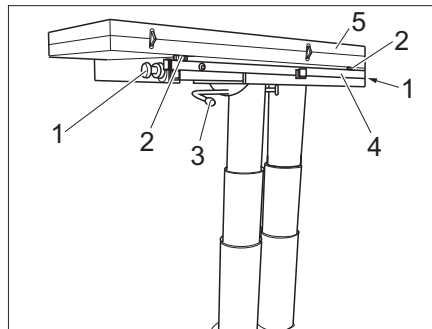

Fig. 111 Agrandir la table
- Desserrer les vis moletées (Fig. 111,1) des deux côtés.
- Basculer le levier de verrouillage (Fig. 111,3) vers la gauche. La table à hauteur réglable est déverrouillée.
- Sortir l'infrastructure de la table (Fig. 111,4).
- Déplier la moitié de table (Fig. 111,5).
- Régler la hauteur souhaitée du plateau de la table à l'aide des deux vis de réglage (Fig. 111,2).
- Basculer le levier de verrouillage (Fig. 111,3) vers la droite. La table à hauteur réglable est verrouillée.
- Desserrer le levier de verrouillage (Fig. 111,3).
- Replier la moitié de table (Fig. 111,5).
- Visser les deux vis de réglage (Fig. 111,2).
- Insérer l'infrastructure de la table (Fig. 111,4).
- Resserrer à fond les vis moletées (Fig. 111,1) des deux côtés.
- Basculer le levier de verrouillage (Fig. 111,3) vers la gauche. Le verrouillage est ouvert.
- Le cas échéant, visser les vis de réglage (Fig. 111,2).